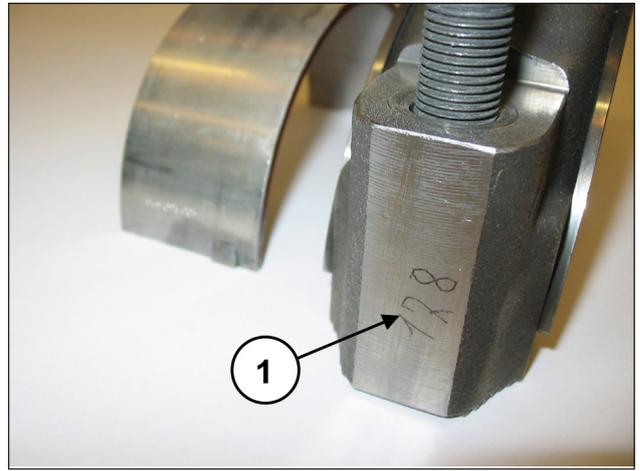

Fig. 42
Accoupler les demi-bielles avec les chapeaux préalablement démontés en suivant la numérotation (rep. ①, Fig. 42).
Désassembler les chapeaux des demi-bielles ; pour les accoupler correctement, suivre la numérotation présente sur un côté (rep. ①, Fig. 42).